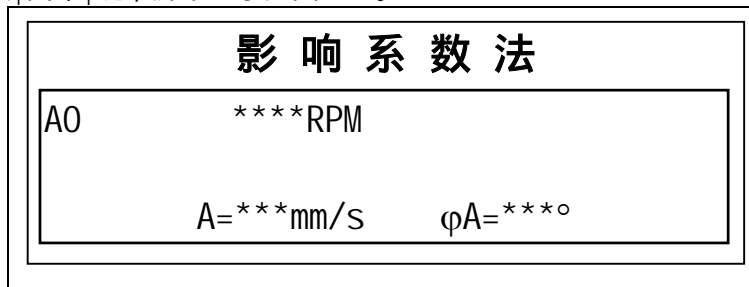

图4-30
按|回车|键，屏幕显示如图4-30。
(4) 在图4-30中，当转速值稳定在动平衡转速，振动值A、角度值φA读数稳定时，按|保持|键锁定读数，屏幕的右上角显示“**”。